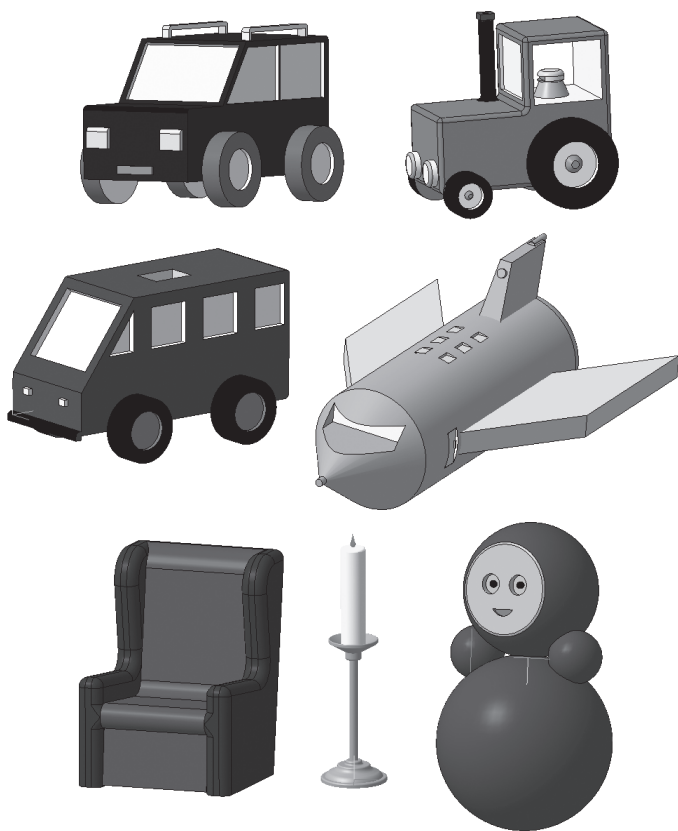

Рис. 254.
1. На основе табл. 4 выполните творческую работу по теме «**Моя первая модель – Игрушка**» (см. работы рис. 254).